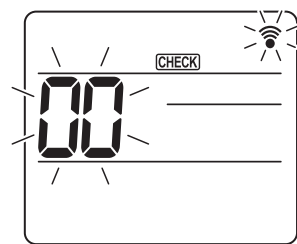
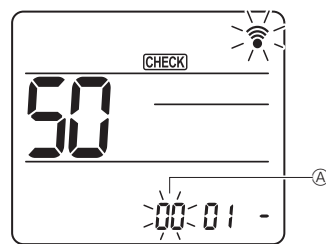
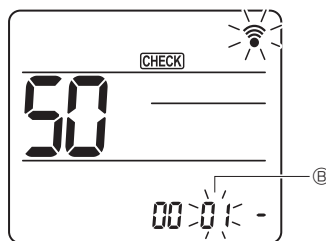
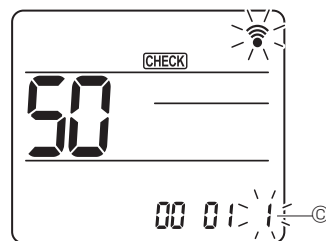

Fig. 7-16
Fig. 7-17
Fig. 7-18
Fig. 7-19
#### 7.4.2. Voor draadloze afstandsbediening (Fig. 7-16, Fig. 7-17, Fig. 7-18, Fig. 7-19)
[CHECK] wordt verlicht en "00" knippert. (Fig. 7-16)
② Stel het unitnummer in
Druk op de toets [50] om het unitnummer ④ in te stellen. (Fig. 7-17)
③ Kies een modus
Druk op de toets [50] om het modusnummer ⑤ in te stellen. (Fig. 7-18)
④ Kies het instellingsnummer
Wijzig het instellingsnummer ⑥ met de toets [50]. (Fig. 7-19)